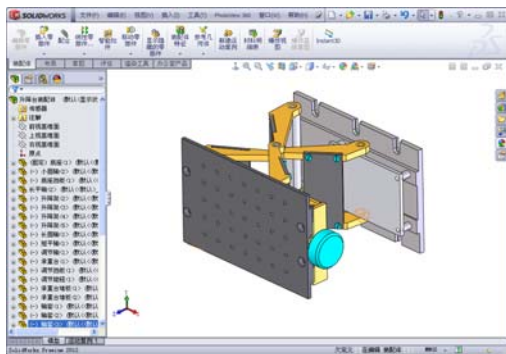

图 1-36 “视图”工具栏
- ◆ 在“视图”工具栏中单击 “整屏显示全图”按钮，如图 1-36 所示。
- ◆ 在“视图”工具栏中单击 (局部放大) 按钮，如图 1-36 所示。
- ◆ 在“视图”工具栏中单击（上一视图）按钮，如图 1-36 所示。